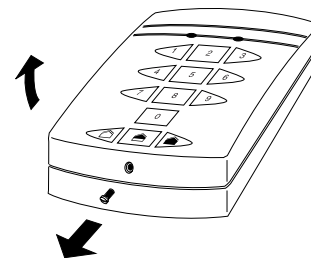
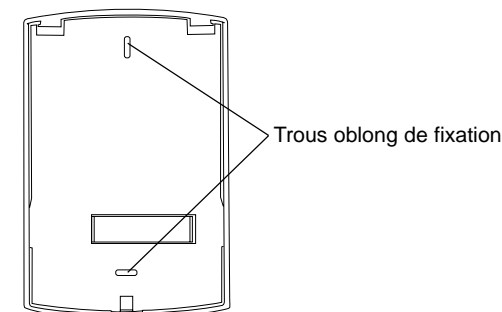

Figure 7
Figure 8
- Pour séparer la face avant de l'embase, il suffit d'ôter la vis présente en bas du boîtier (fig.7). L'embase possède 2 trous oblongs de fixation (fig.8).